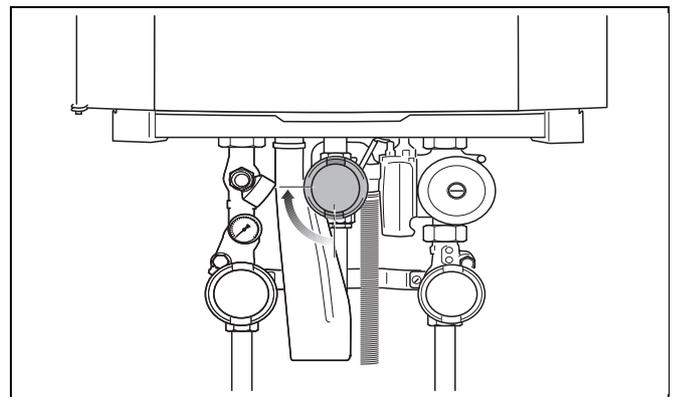

Fig. 123 Aprire il rubinetto del gas
- Aprire lentamente il rubinetto del gas. Per procedere in tal senso, premere il rubinetto del gas e ruotarlo di  $\frac{1}{4}$  di giro verso sinistra (fig. 123).